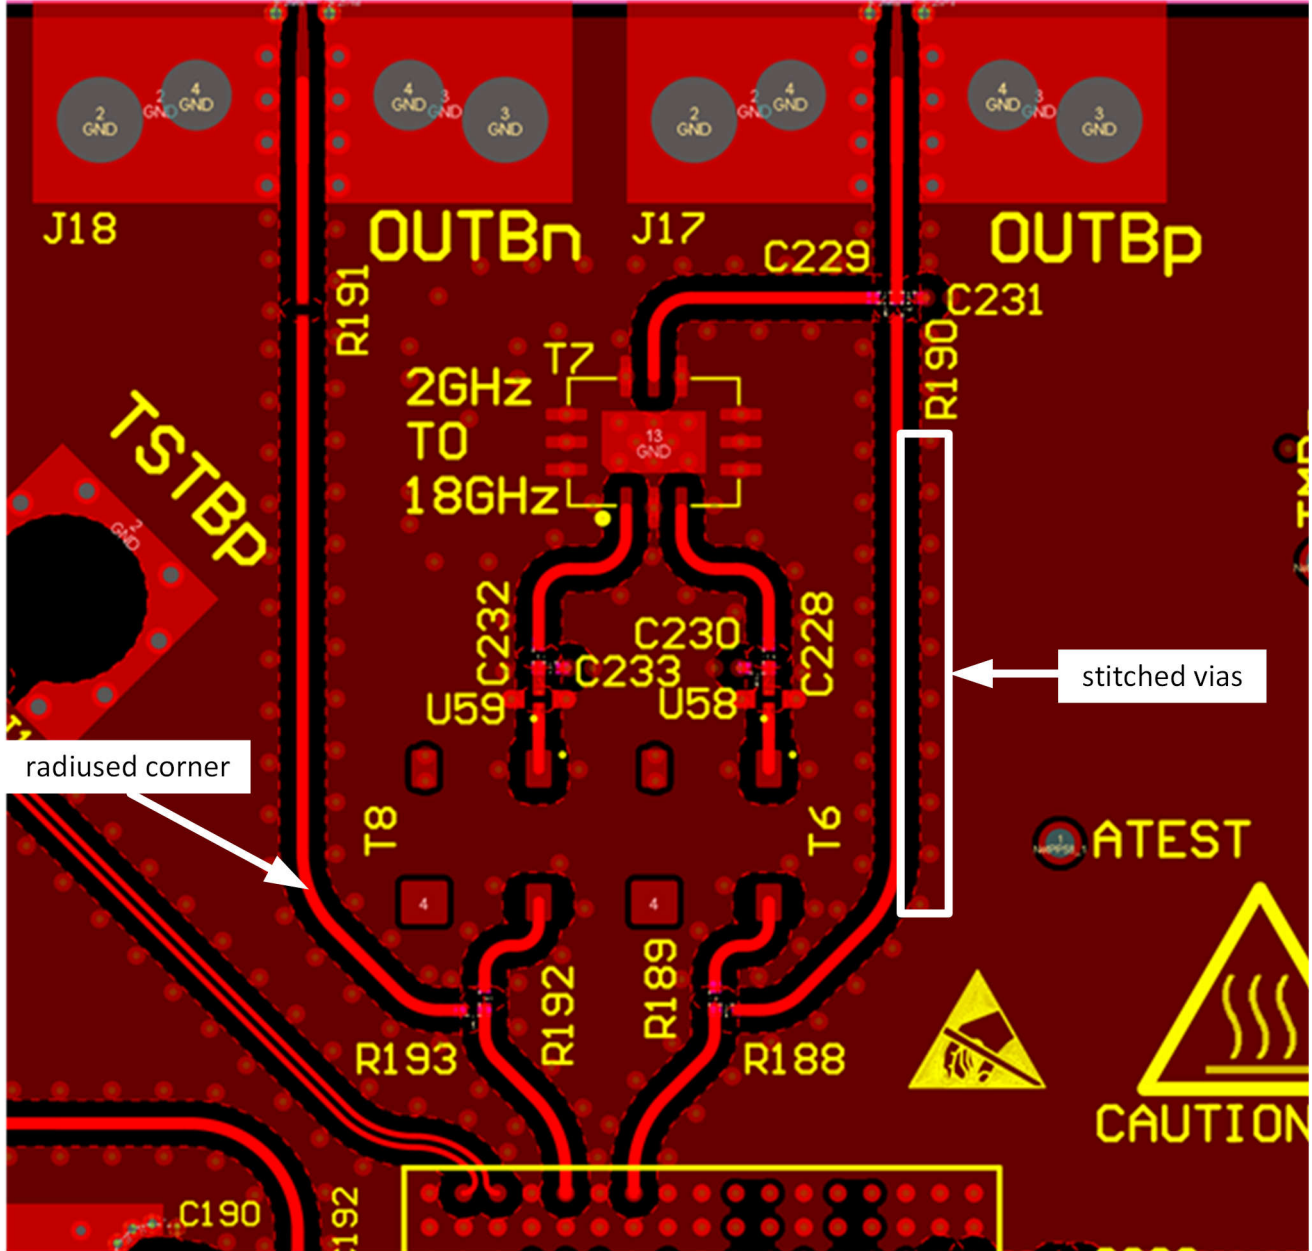

图 9-10. 高速信号布线旁边的半径角和拼接过孔
4. 使用平滑的辐射角并避免 45 或 90 度弯曲，以减少模拟和数字信号布线的�所有高速输入/输出上的阻抗不匹配。详情请参考图 9-10。
7. 在由布线传输的最大频率 ($\lambda/4$) 决定的适当间距下, 提供与任何高速信号相邻的对称接地连接拼接过孔。详情请参考图 9-10。